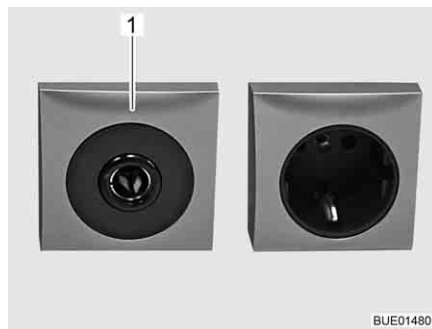

Fig. 84 Prise de courant 12 V/10 A
- ▷ Ne brancher aux prises de courant (Fig. 84, 1) du réseau de bord 12 V que des appareils de maximum 10 A.